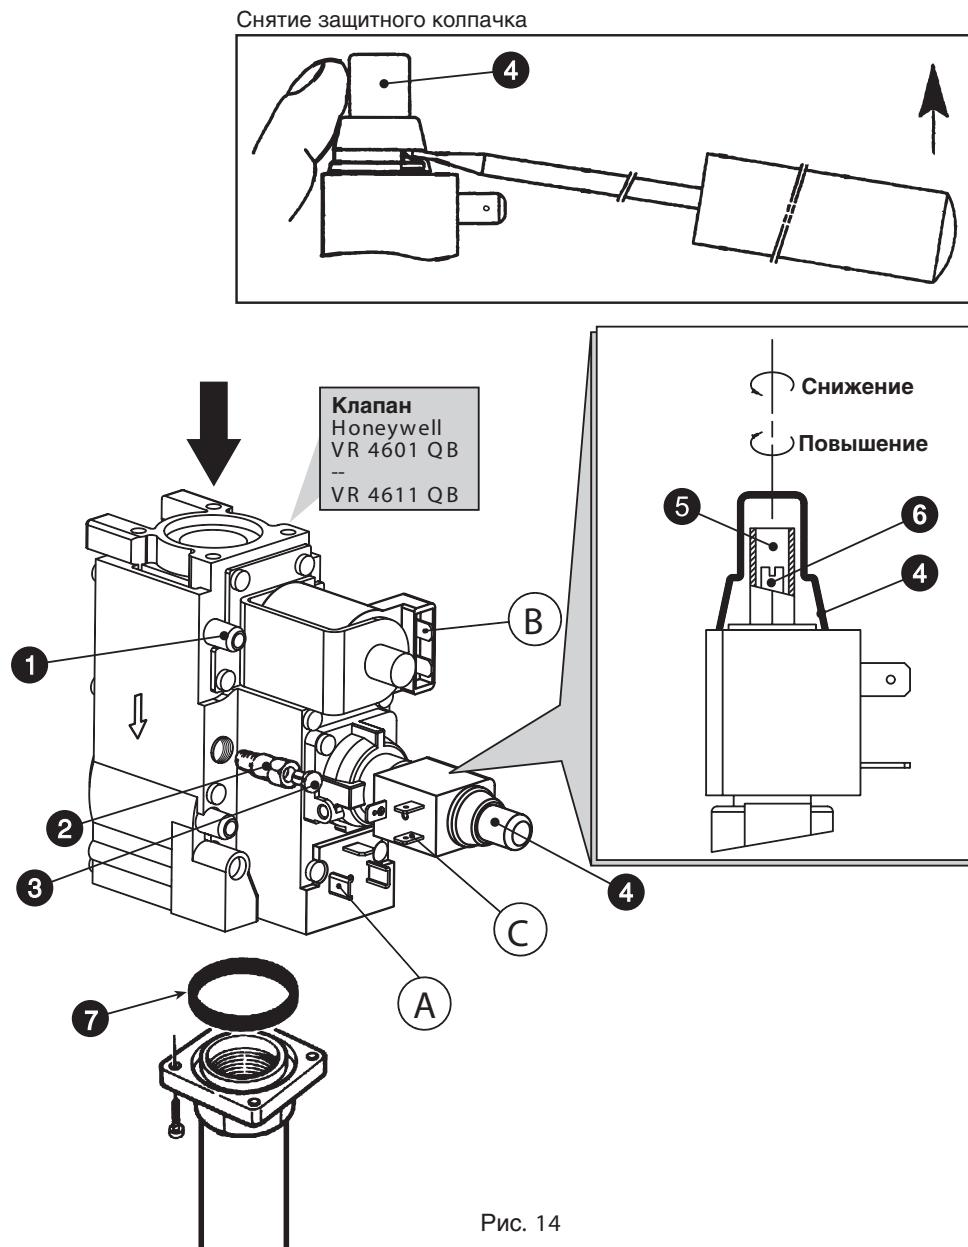

Рис. 14
Операции по регулированию давления газа приведены для котла использующего 2-х ступенчатый газовый клапан (см. Рис. 14).
- 3 Снимите крышку регулятора давления 4 (Рис. 14).
1 Медленно поверните ручку терmostата по часовой стрелке до щелчка; теперь газовый клапан запитан только от контактов А и В (см. Рис. 14).
2 Вращайте винт 6 (Рис. 14), пока давление не будет соответствовать, указанному в технических характеристиках параграф 4.3.
1 Медленно поверните ручку терmostата по часовой стрелке до щелчка; теперь газовый клапан запитан от контактов А, В и С (см. Рис. 14).
2 Вращайте винт 5 (Рис. 14), пока давление не будет соответствовать, указанному в технических характеристиках параграф 4.3.
- 2 Снимите колпачок 3 (Рис. 14) на газовом клапане, вкрутите регулятор розжига "STEP" 2, из конвертационного набора, наденьте колпачок 3 наместо.
Открутите винты крепления контактов к газовому клапану (см. Рис. 14) и вытащите.